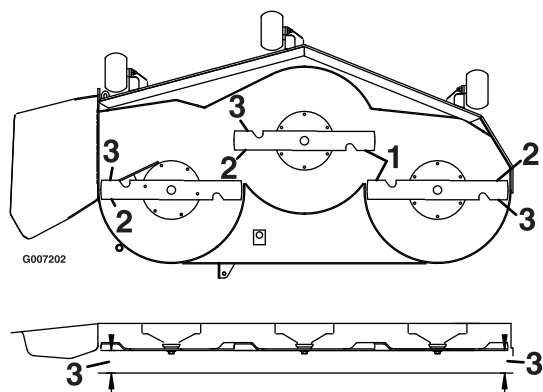

Figure 49
5. Mesurez la distance entre les tranchants extérieurs et le sol plat (Figure 49). Si les deux mesures diffèrent de plus de 5 mm, un réglage s'impose. Poursuivez la procédure.
9. Tournez prudemment les lames pour qu'elles soient parallèles dans le sens transversal (Figure 49).